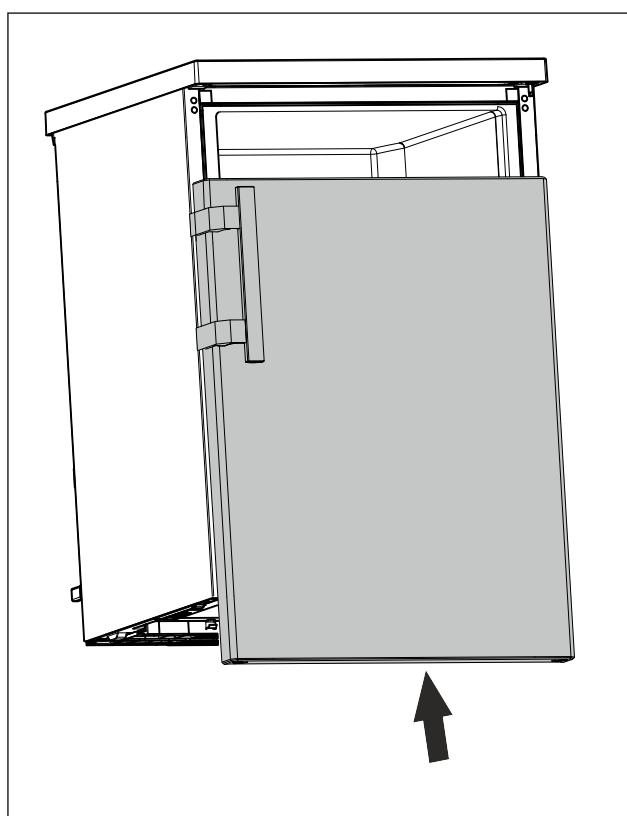

Fig. 20
- У закритому стані насуньте дверцята на верхній болт. (див. Fig. 20)